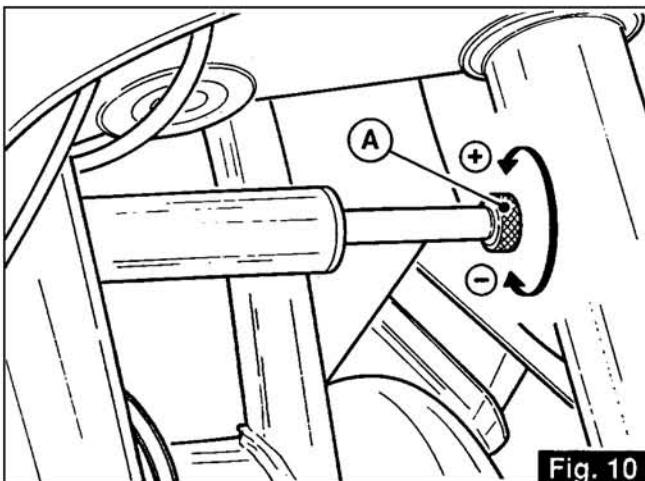

Fig. 10
3.14 AMORTISSEUR DE DIRECTION (fig. 10)
3.14 LENKUNGSDÄMPFER (Abb. 10)